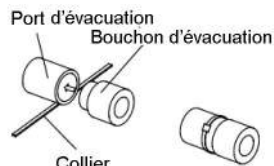

Fig. 27
(8). Si vous utilisez le port d'évacuation sur le côté droit de l'unité, réinstallez le bouchon de la sortie d'évacuation sur le port gauche (Fig. 27)